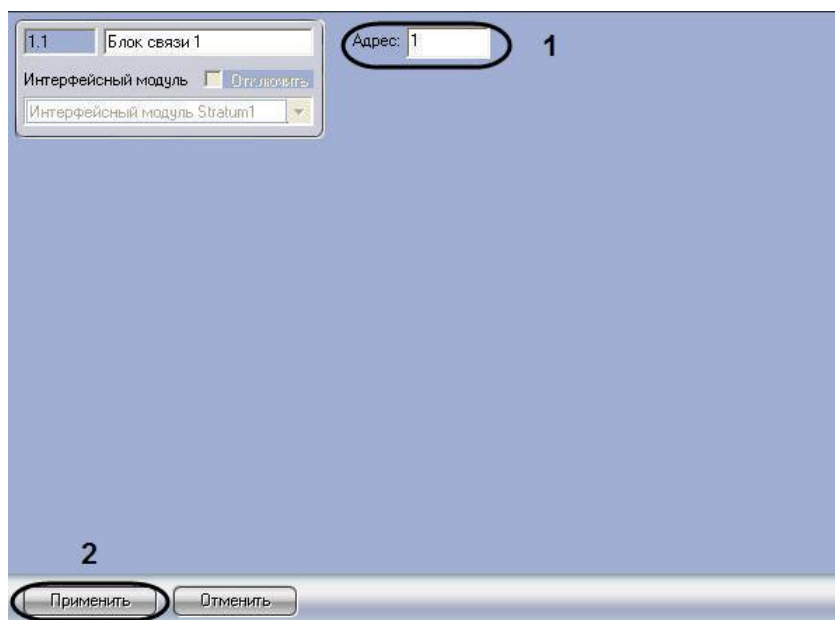

Рис. 2.4-2. Настройка объекта Блок связи
1. Перейти на панель настройки объекта **Блок связи** (Рис. 2.4-2).
2. В поле **Адрес** ввести адрес модуля связи, заданный при настройке системы *Stratum* в программе «Site Manager» (см. Рис. 2.4-2, **1**).
3. Для сохранения внесенных изменений нажать кнопку **Применить** (см. Рис. 2.4-2, **2**).